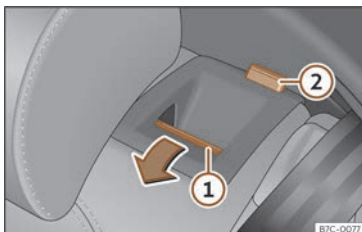

Fig. 90 Asento traseiro: abater o respaldo.
- Prema a tecla de desbloqueio >>> **fig. 90** ① cara adiante e, ao mesmo tempo, abata o respaldo. O respaldo traseiro está desbloqueado cando aparece unha marca vermella na tecla ②.